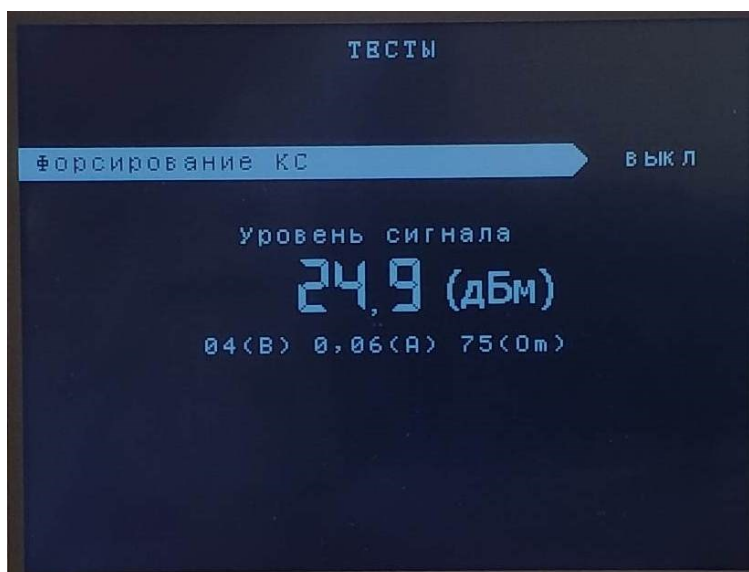

Рисунок 26 – Подраздел «Формирование команд в имп. режиме»
3.5. «Форсирование КС» - подраздел предназначен для тестового форсирования контрольного сигнала до уровня сигнала аварийной команды (установленный в настройках «Регулировка уровня АК»), а так же вывода уровня сигнала на выходе (см. рисунок 26).